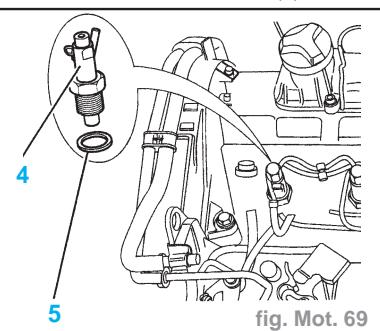

fig. Mot. 69
- les porte-injecteurs (4) en utilisant la douille [1] (-.0149) (fig. Mot. 69)
- les rondelles d'étanchéité (5)
**Impératif :** Remplacer systématiquement les rondelles d'étanchéité (5).
- les rondelles d'étanchéité (5) (fig. Mot. 69)
- les porte-injecteurs (4) (serrage à **9 daN.m**)